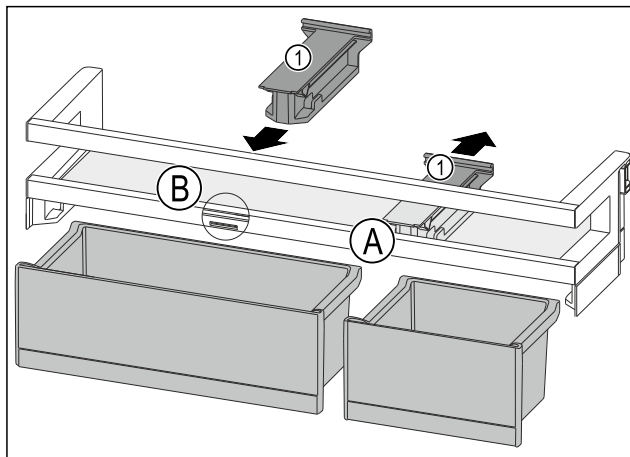

Fig. 122
- ▶ Držák Fig. 122 (1) v poloze Fig. 122 (A) stáhněte dozadu.
- ▶ Držák Fig. 122 (1) vložte v poloze Fig. 122 (B).